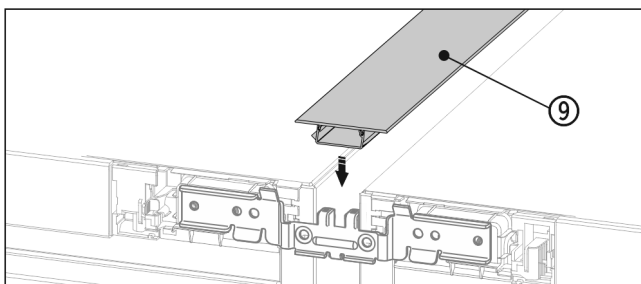

Fig. 21
- ▶ Nyomja a felső oldalon a rövid fedőlécet Fig. 21 (9) a nyílásba.